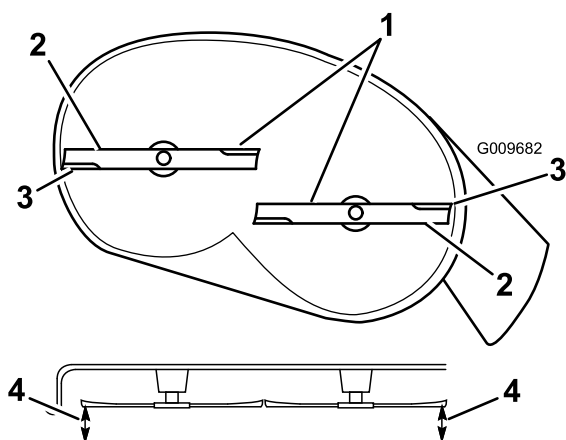

Figura 49
4. Girate con cautela le lame in modo che siano disposte tutte lateralmente (Figura 49).
- Misurate la distanza tra i taglienti esterni e la superficie piatta (Figura 49). Se entrambe le misure non rientrano nella tolleranza di 5 mm è necessario regolare; proseguite l'operazione.